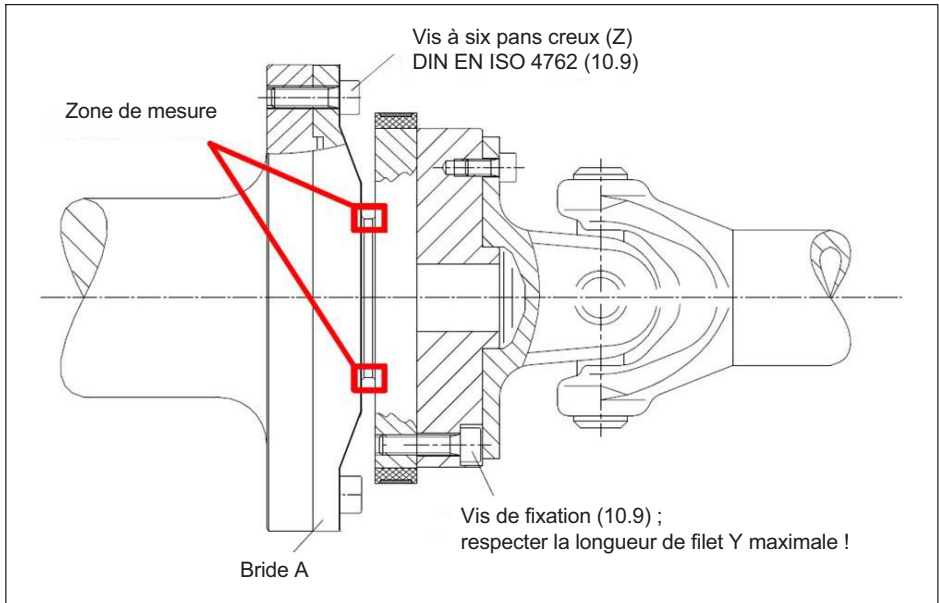

Fig. 5.4 Fixation du rotor
Veiller à ne pas endommager la zone de mesure repérée sur la Fig. 5.4 lors du montage, par ex. en appuyant ou cognant des outils lors du serrage des vis. Cela peut endommager le capteur, voire le détruire, et conduire à des erreurs de mesure.
2. Pour fixer la bride A (voir Fig. 5.4), utiliser des vis à six pans creux *DIN EN ISO 4762* de la classe 10.9 d'une longueur appropriée (en fonction des conditions de raccordement, voir Tab. 5.1 page 26).